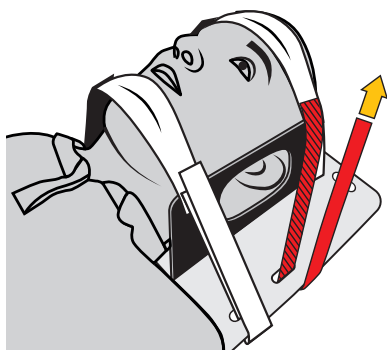

Fig.6
- a) adagiare la testa del paziente nel fermacapo e immobilizzarlo mediante le fettucce imbottite (fig. 6),